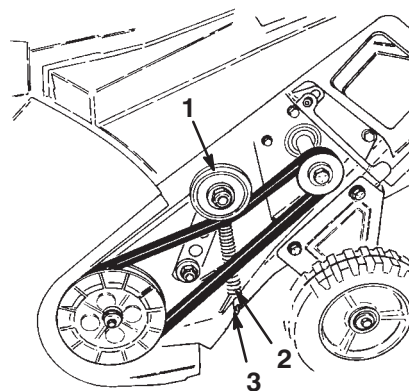

Figure 12
Veillez à accrocher la longue extrémité du ressort dans l'encoche du carter et l'extrémité arrondie sur la goupille située au dos de la poulie de tension (Fig. 12).
9. Elevez l'ensemble bras de poulie de tension, serrez la courroie et faites-la passer sous la poulie de tension (Fig. 12).